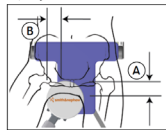

図 S6
- 3S 患者の骨盤底部をペロニールポスト パッドの約 76mm（約 3 インチ）内側に位置させる（図 S6-A）。
- 4S 施術側の患者の大腿部をペロニール ポストにしっかりと位置させ、患者の側部をリラックスさせる（図 S6-B）。